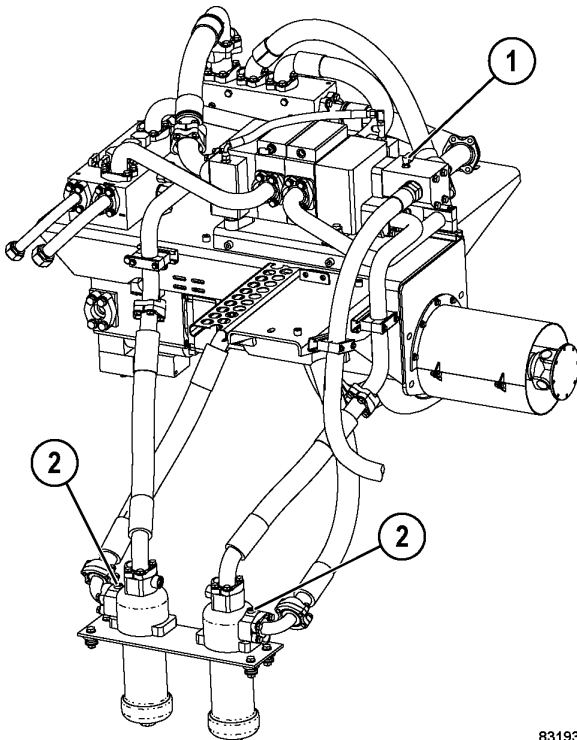
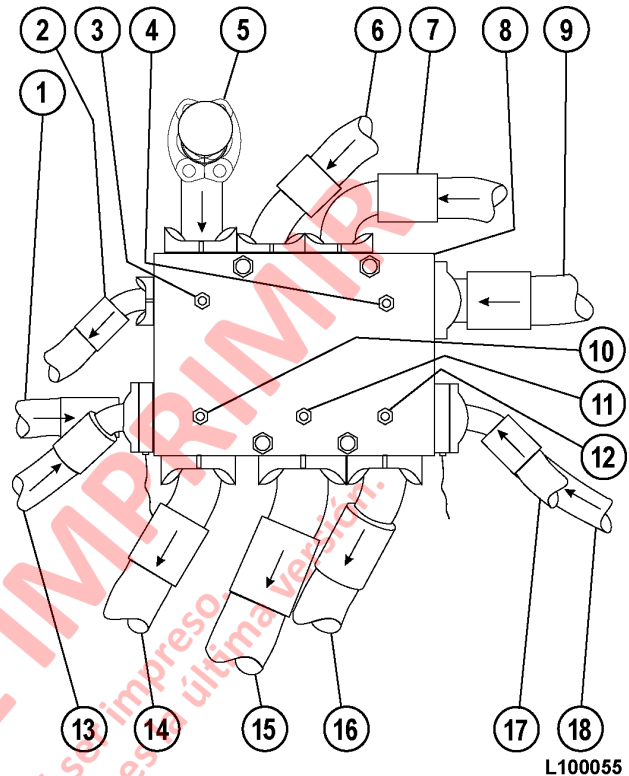

FIGURA 10-12. PUERTOS DE PRUEBA DE PRESIÓN
FIGURA 10-15. MÚLTIPLE DE RETORNO DE ACEITE DE ELEVACIÓN/FRENOS
1. Instale un manómetro de baja presión de 1000 kPa (100 psi) en el puerto de prueba del circuito de enfriamiento de frenos (1, Figura 10-12) en el frente de la válvula de elevación, para monitorear la presión de aceite del enfriamiento del freno delantero.
3. Instale un segundo manómetro de 25 000 kPa (3500 psi) en el puerto de prueba de presión de cada filtro de la bomba de elevación (2, Figura 10-12).
4. Instale un manómetro de baja presión de 1000 kPa (100 psi) en el puerto de prueba (3, Figura 10-15) en el múltiple de retorno de frenos/elevación, para monitorear la presión de alimentación de enfriamiento del freno trasero.
- ☐ La presión en el circuito de enfriamiento del freno delantero (1, Figura 10-12) y el circuito de enfriamiento del freno trasero (1, Figura 10-15) debe ser 172 kPa (25 psi) o menos.